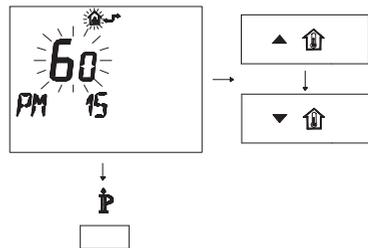

Fig. 5.33
- Modificare il SET programmato agendo sui pulsanti **▲** **IP** o **▼** **IP** fino a visualizzare un **set di 60**, aspettare che il numero programmato cominci a lampeggiare (Fig. 5.33).